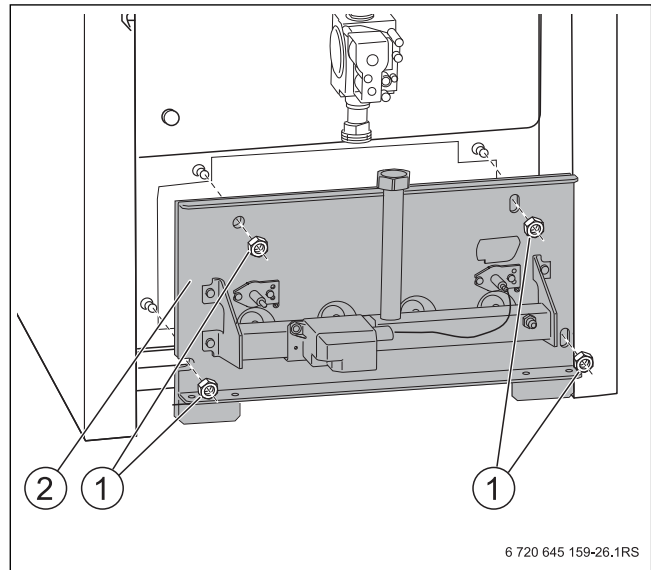

Рис. 47 Снятие крепежных гаек
- ▶ При креплении щитка горелки (→ рис. 47, [2], стр. 36) слегка затяните четыре винта.